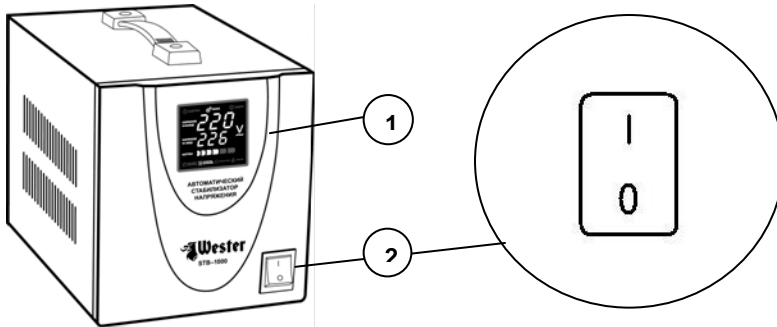
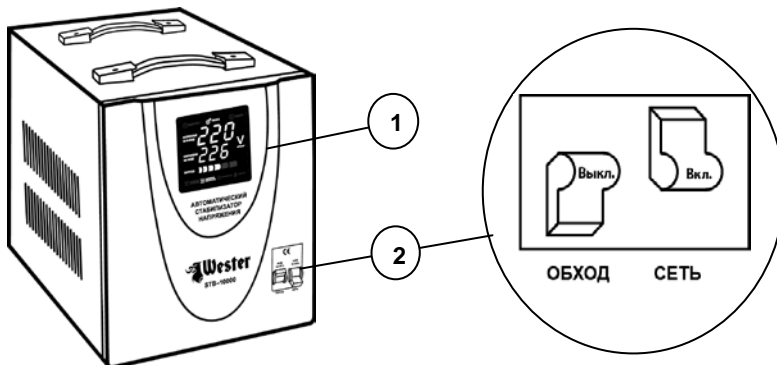

Рис.1
Рис.2
Модели STB-1000 и STB-2000 оснащены выключателем «СЕТЬ» (I – Вкл., 0 – Выкл.) (рис. 1).
Модели STB-5000 и STB-10000 оснащены выключателями «ОБХОД» «СЕТЬ» (рис. 2). Конструкция выключателей исключает одновременное их включение.
4. Установить Выключатель «СЕТЬ» в положение «Вкл.» на 6 секунд. Индикатор выходного напряжения должен показывать 220В (2, рис.1/рис.2).